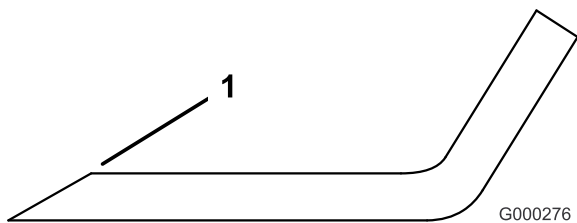

Figure 85
1. Au moyen d'une lime, aiguisés les tranchants aux deux extrémités de la lame (Figure 85). Veillez à conserver l'angle de coupe d'origine. Limez la même quantité de métal sur chacun des deux tranchants pour ne pas déséquilibrer la lame.